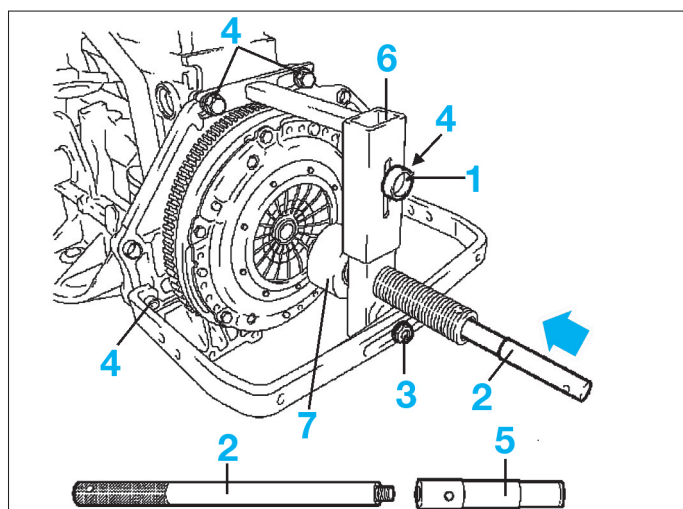

FIG. 1
- Utiliser l'outil (6) KM-6263 pour dévisser les vis de fixation du mécanisme d'embrayage afin de préserver les lames du mécanisme (fig. 1).
- Mettre en place les 4 vis de fixation (4) de l'outil sur le carter moteur sans les bloquer.